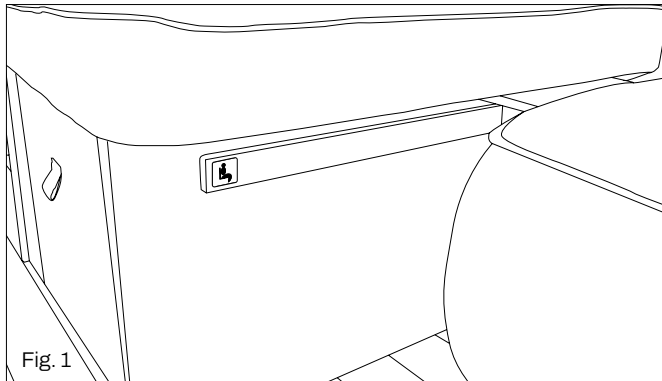

Fig. 1
- Durante la marcha, los pasajeros deben permanecer sentados en los asientos designados. Los asientos homologados se indican en el permiso de circulación y se marcan con la etiqueta correspondiente (véase la Fig. 1).